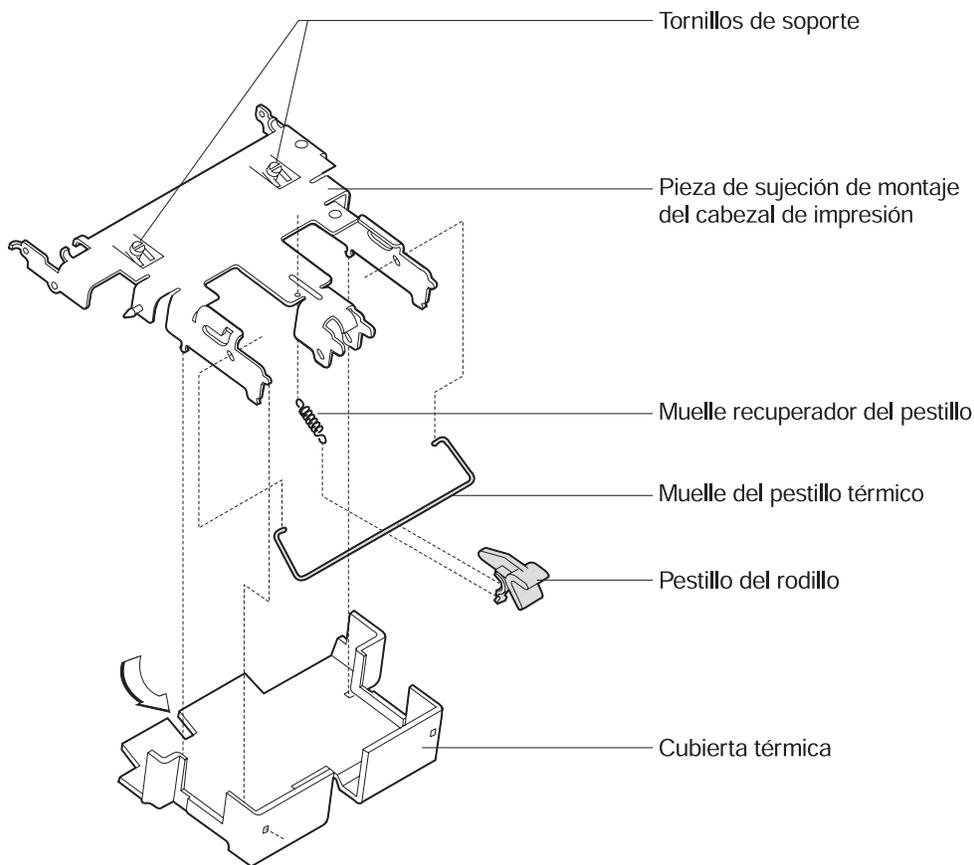

Figura 4-40. Extracción de la cubierta térmica
3. Extraiga la **cubierta térmica**. Consulte la Figura 4-40.